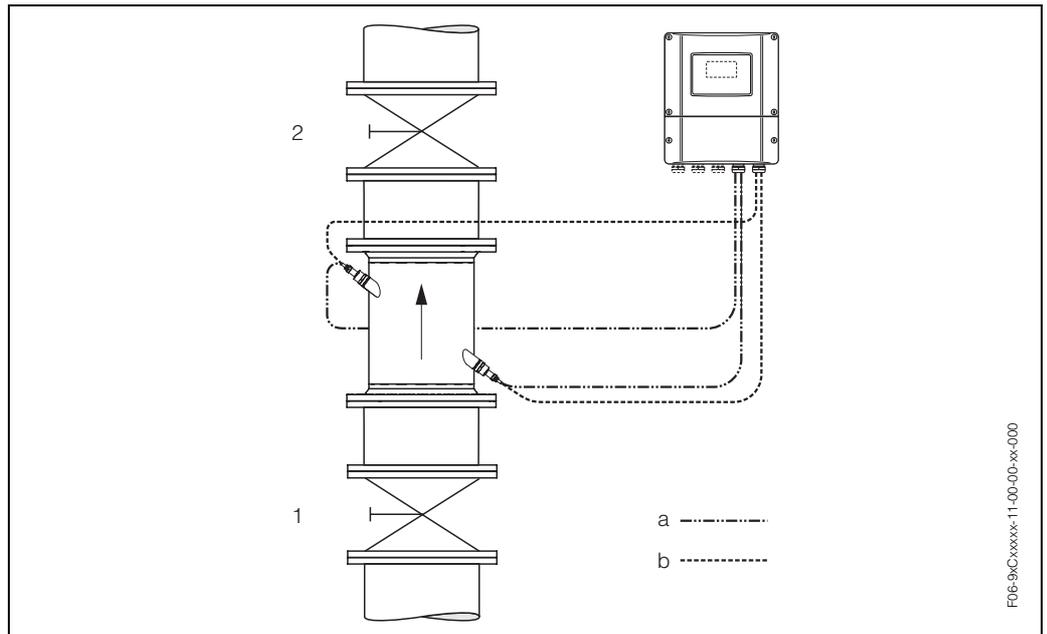

Abb. 32: Nullpunktgleich und Absperrventile
- Der Nullpunktabgleich findet bei vollständig gefülltem Rohr und Nulldurchfluss statt ($v = 0$ m/s). Dazu können z.B. Absperrventile vor bzw. hinter dem Messbereich vorgesehen werden oder bereits vorhandene Ventile und Schieber benutzt werden (Abb. 32).